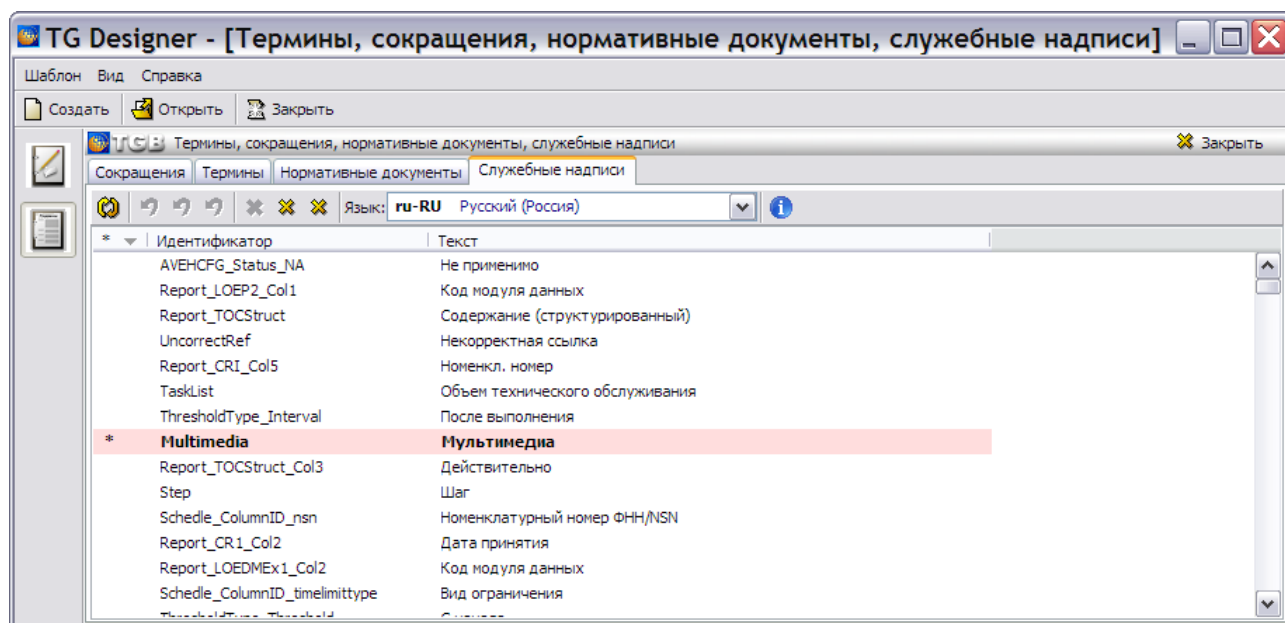

Рис. 3.68
- Отредактируйте служебную надпись и нажмите на клавишу ENTER на клавиатуре. Измененная служебная надпись будет выделена жирным шрифтом, строка с надписью окрасится (Рис. 3.68).